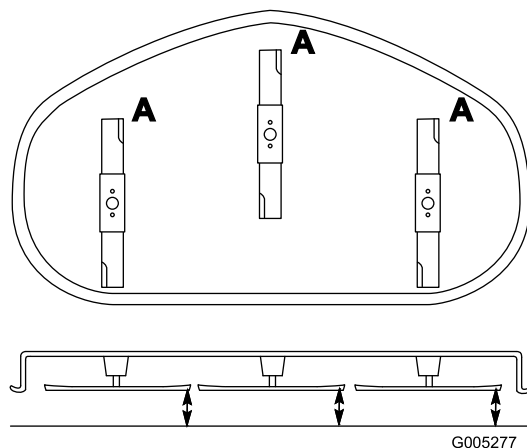

Figura 36
1. Gire las cuchillas hasta que los extremos estén orientados hacia adelante y hacia atrás (Figura 36). Mida desde una superficie nivelada hasta el filo de corte, posición **A**, de las cuchillas (Figura 36). Anote esta dimensión.